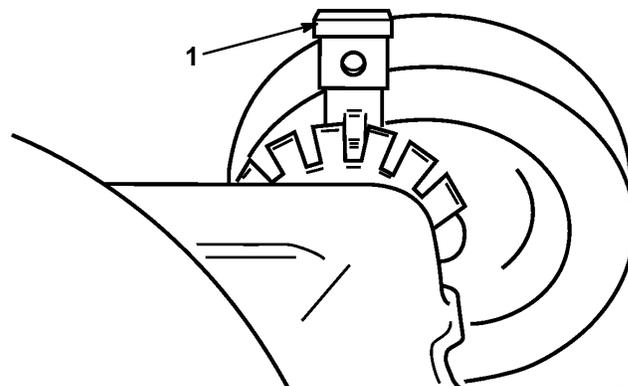

Figure 12
1. Pour changer la hauteur de coupe, tirer le levier de réglage en direction de la roue et l'amener sur la position désirée (Fig. 12).